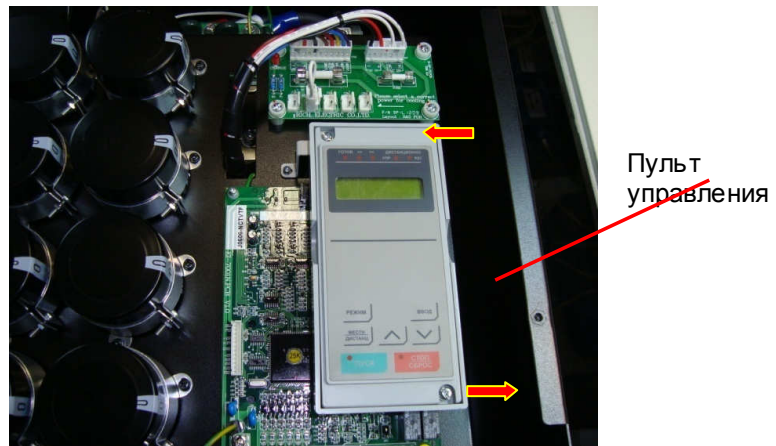

Рис. 7.26
7.17. 3. Установить пульт управления в рамку и закрепить двумя винтами (рис. 7.26, стрелки).